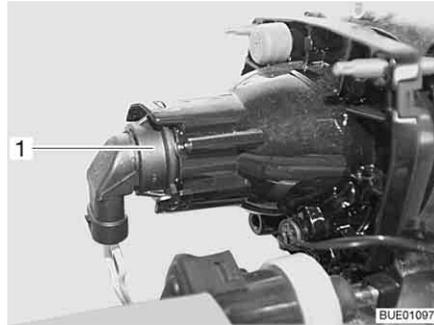

Fig. 259 Médios/Máximos/Luz de presença
- Meta a mão atrás do porta lâmpadas (Fig. 259,1).